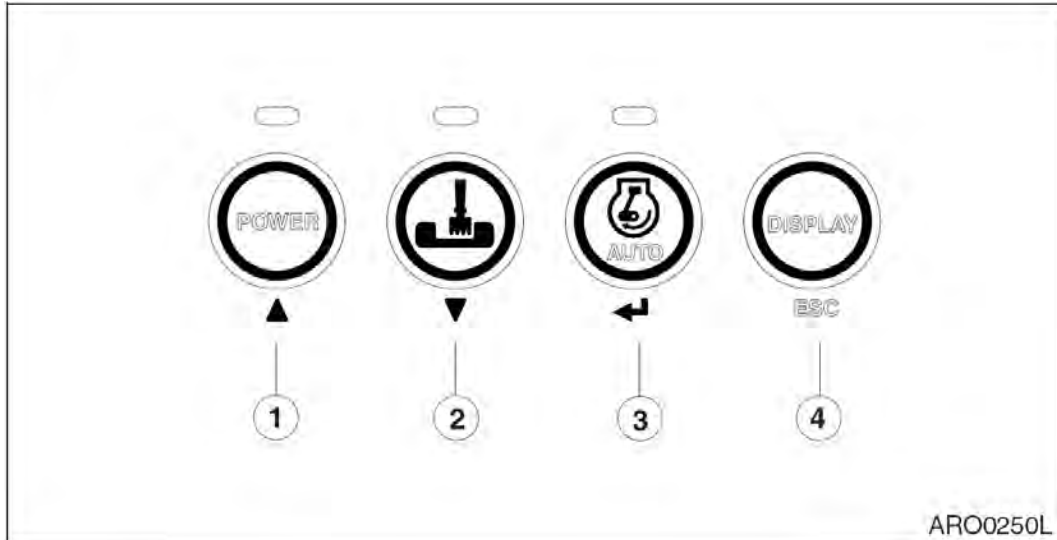

Рис. 68
- Кнопка со стрелкой вверх (▲, 1 на рис. 68): используется для перемещения пункта меню вверх или влево.
- Кнопка со стрелкой вниз (▼, 2 на рис. 68): используется для перемещения пункта меню вниз или вправо.
- Кнопка "Enter" (Ввод) (◀, 3 на рис. 68): используется для установки меню или стирания времени использования фильтра/масла.
- Кнопка Меню/ (ESC, 4 на рис. 68): Используется для входа в главное меню или для возврата к предыдущему экрану из каждого подменю.